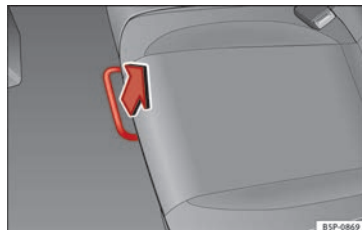

Fig. 79 Leva di sblocco del sedile posteriore.
- Nella posizione a sedere, sbloccare la leva nel senso della freccia » **fig. 79**.